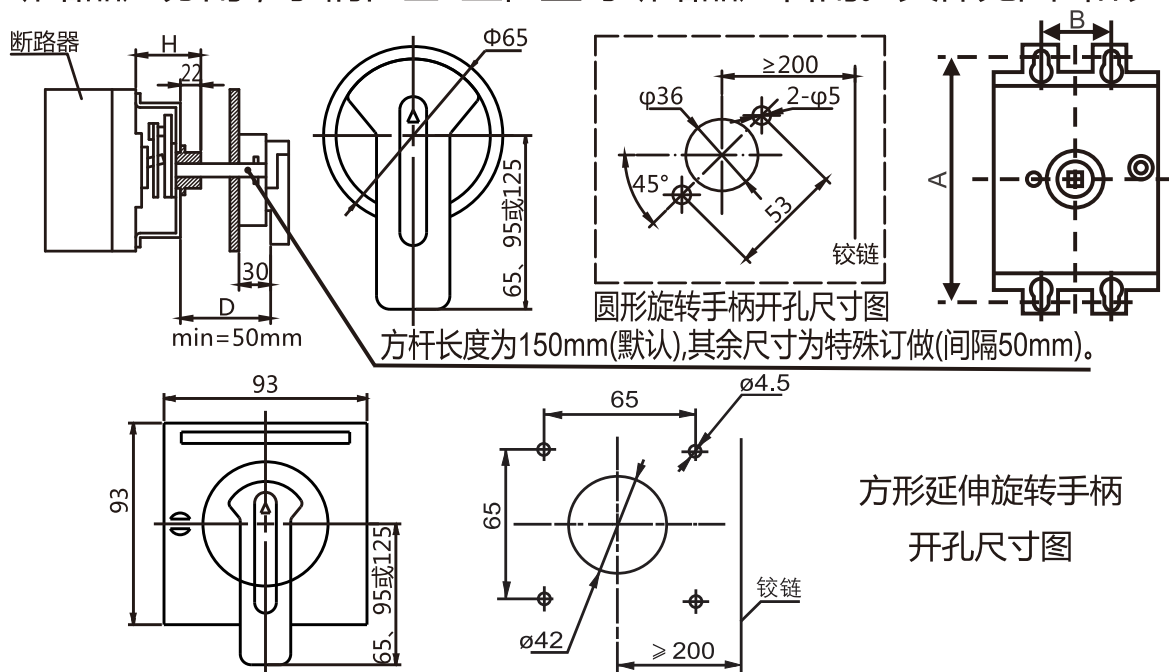

图6 手动操作机构尺寸图
5.2.2 手操机构安装时先按图示尺寸开孔，在开关柜门板上当转动手柄“OFF”指示在水平位置时固定好柄。操作手柄在水平位置时断路器应分闸，手柄在垂直位置时断路器应合闸。具体见图6和表6。